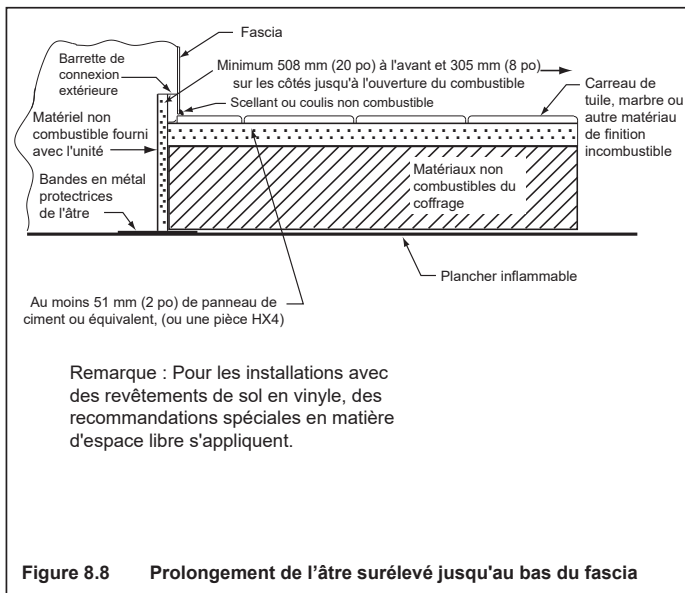

Figure 8.8 Prolongement de l'âtre surélevé jusqu'au bas du fascia
**Lors de la création de la plate-forme, prenez en compte l'épaisseur des matériaux de finition incombustible (Figure 8.8).**
Les parements en vinyle sont sensibles à la chaleur. Il est recommandé qu'un prolongement de l'âtre ait une profondeur minimale de 1219 mm (48 po) lorsque vous utilisez un revêtement de sol en vinyle jusqu'au mur. Voir la figure 8.8.